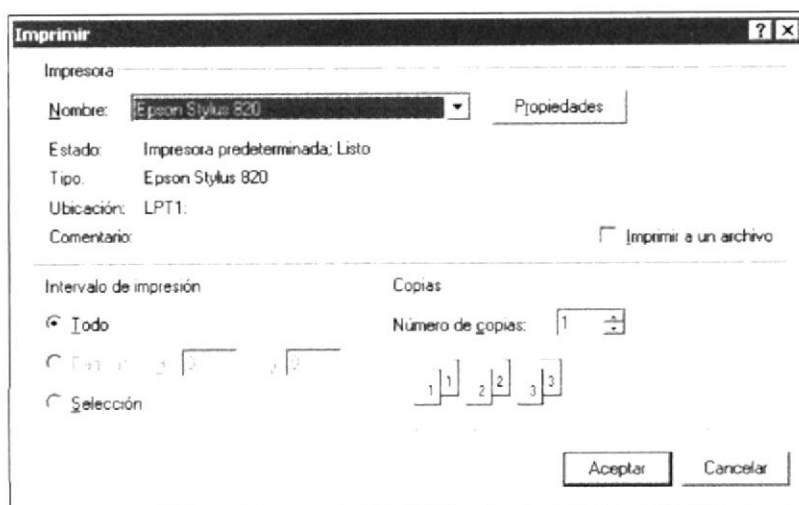

Figura 6.5 Configuración de impresión.
- Modificar las propiedades de la impresora seleccionada, dando clic en el botón  de la figura 6.5.